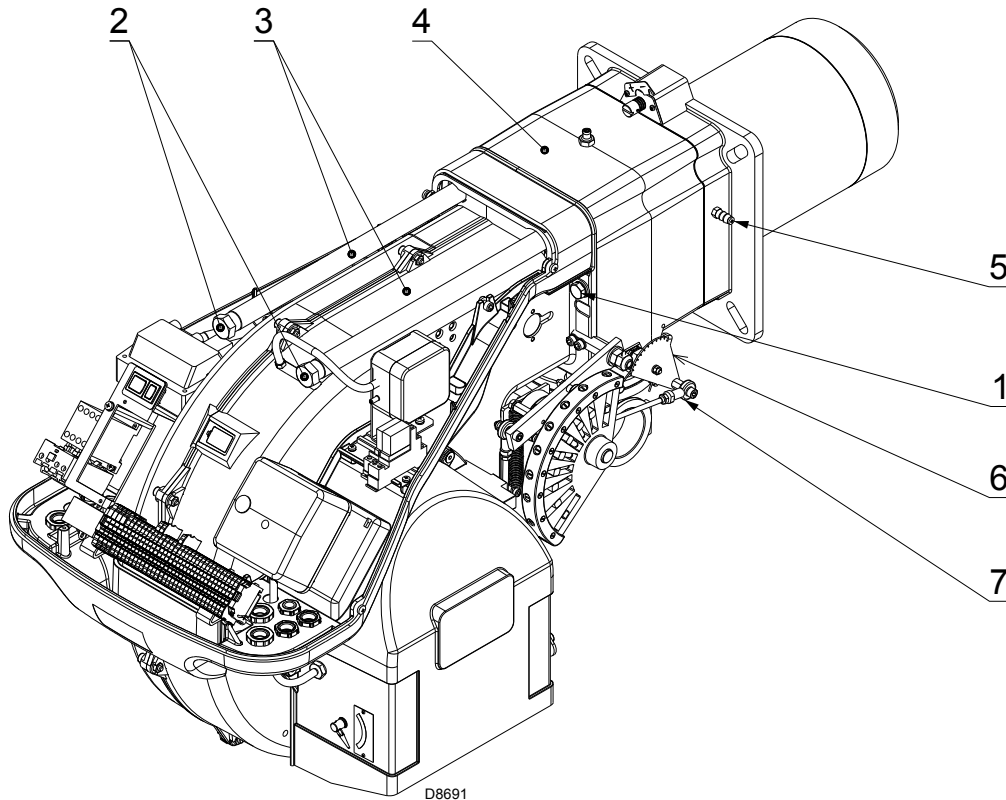

Fig. 17
- conectar el cable de la sonda y el cable del electrodo y luego deslizar el quemador hasta el manguito, quemador en la posición ilustrada en la Fig. 17;